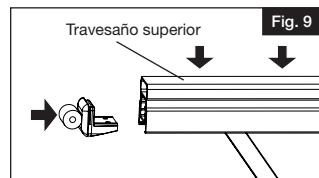
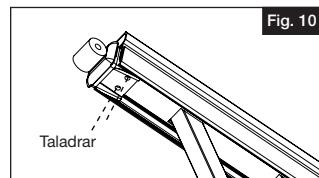

Fig. 9
Fig. 10
- a. Medir la longitud del tramo de barandal y cortar el travesaño superior según corresponda. Presionar sobre el travesaño superior para comprobar que encaje perfectamente en el tramo (Fig. 9).
- b. Alinear el soporte superior de la escalera con el extremo del travesaño solo en la parte superior de las escaleras (Fig. 9). Usando los orificios a modo de guía, taladrar a través del barandal con una broca de 1/8", teniendo cuidado de no perforar a través de la parte superior del travesaño superior. Hacer esto únicamente en la parte superior de las escaleras (Fig. 10).